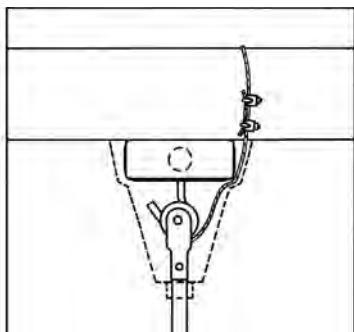

Figura 3
9. Este ventilador está equipado con el cable de "soporte secundario" requerido. Este cable de seguridad debe sujetarse a la estructura de vigas y sujetarse de manera segura de tal manera que soporte el peso del ventilador en caso que falle el gancho de montaje u otras piezas. Despues de enrollar el cable de seguridad alrededor de un miembro estructural que soportará 300 lbs., asegure el cable con los sujetadores de cable suministrados según se ilustra en la Figura 3. (Nota: Cualquier material adicional necesario para instalaciones específicas puede comprarse a su distribuidor local).
**PRECAUCIÓN IMPORTANTE:** El cable de seguridad no debe colocarse entre el rodillo de caucho y el gancho, sino como se ilustra en la Figura 3.
10. Cuando se cuelga el ventilador mediante el gancho en "J" suministrado por fábrica, verifique que el cable de seguridad en la parte superior de la barra está posicionado detrás del gancho en "J" según se ilustra en la Figura 3.